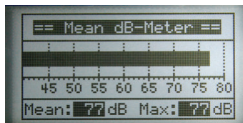

Abb.3
- durchschnittliches dB (Abb.3)